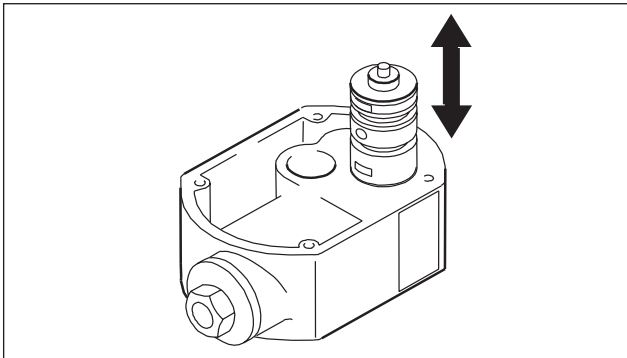

Fig. 16 – Montage du distributeur intérieur
- Le distributeur d'air se remplace sous forme d'ensemble complet (Fig. 16).